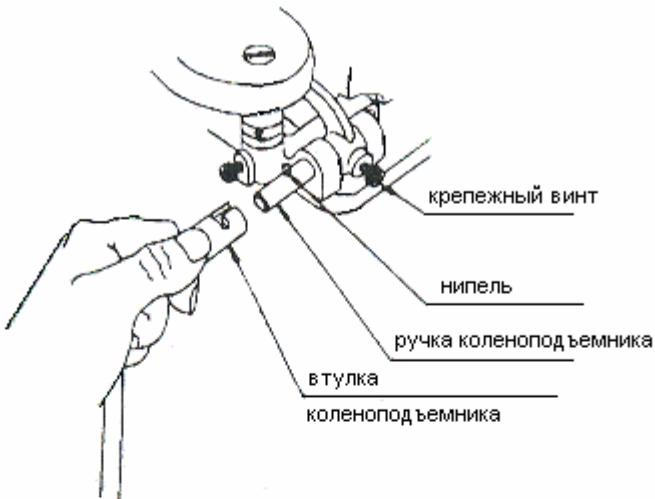

Рис. 6
D. Сборка коленоподъемника (рис. 6)